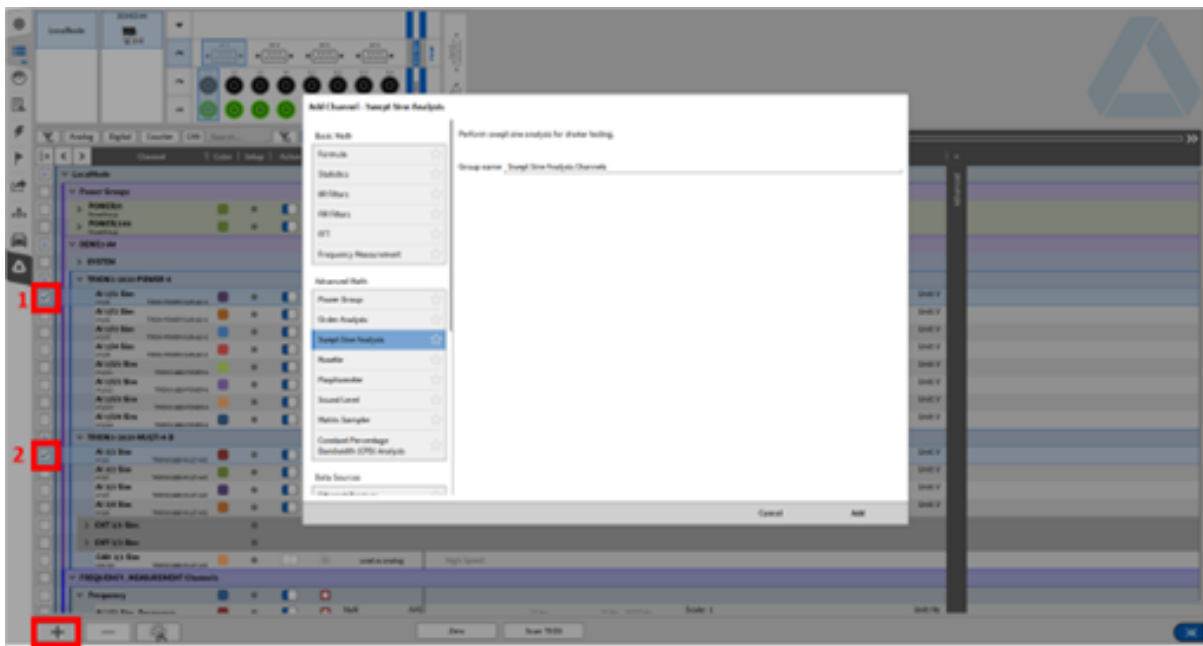

Abb. 7.129: Schritte zur Erstellung einer Swept-Sine-Analyse
1. Zuerst markieren Sie den Kanal des Referenzsignals für die Swept-Sine-Analyse (siehe ① in Abb. 7.129)
2. Dann markieren Sie den Kanal, welcher das Signal der Senke enthält (siehe ② in Abb. 7.129). Auch mehrere Kanäle können ausgewählt werden.
3. Klicken Sie auf den + Button (siehe ③ in Abb. 7.129) um die Mathe-Einstellungen zu öffnen und wählen Sie *Swept-Sine-Analyse*. Wenn gewünscht, ändern Sie den Gruppennamen und klicken Sie auf *Hinzufügen*.